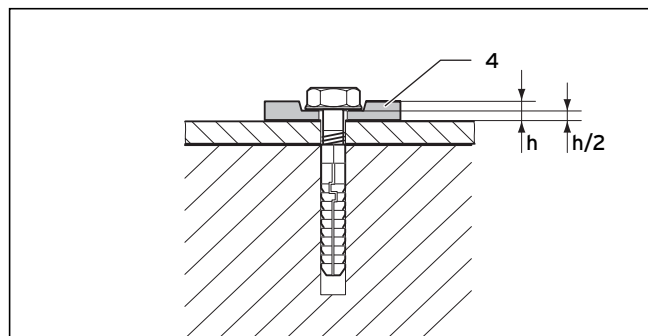

Рис. 5.44 Крепление гибкими подкладными шайбами
Обязательно используйте 4 гибких подкладных шайбы (4), чтобы можно было сбалансировать растяжение материала. Спрессуйте подкладные шайбы на 50 %, см. рис. 5.44.